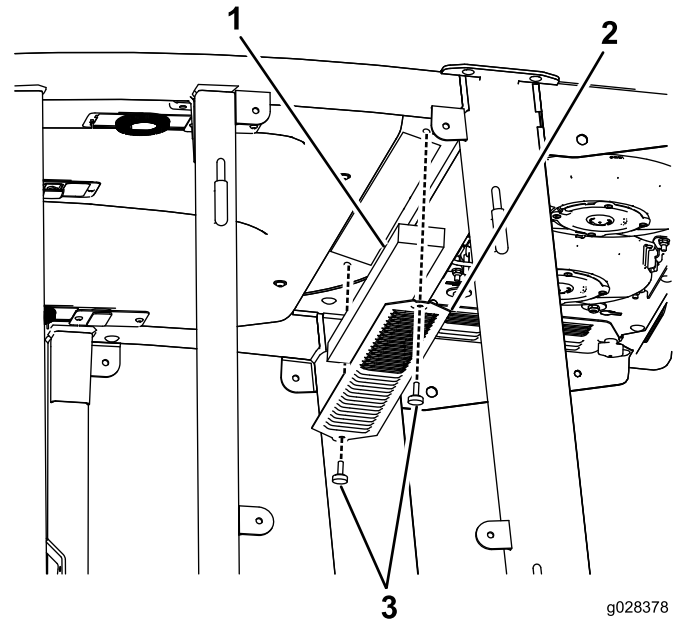
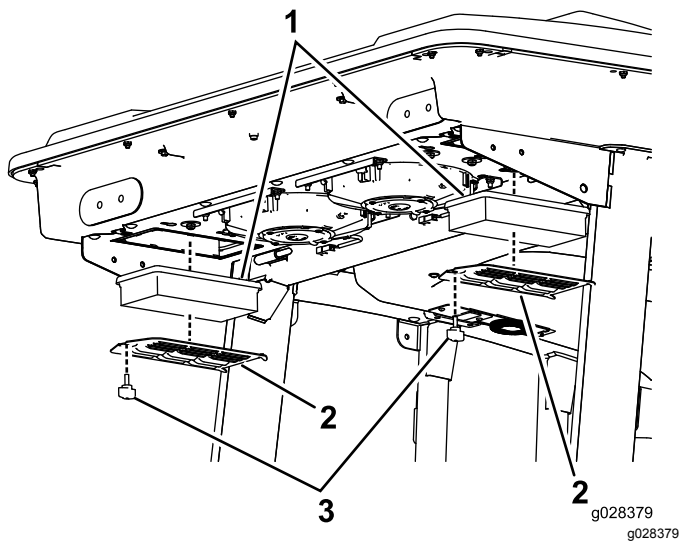

図 54
図 55
1. 室内用と後部用のエアフィルタからねじを外して格子を外す 図 54と 図 55。